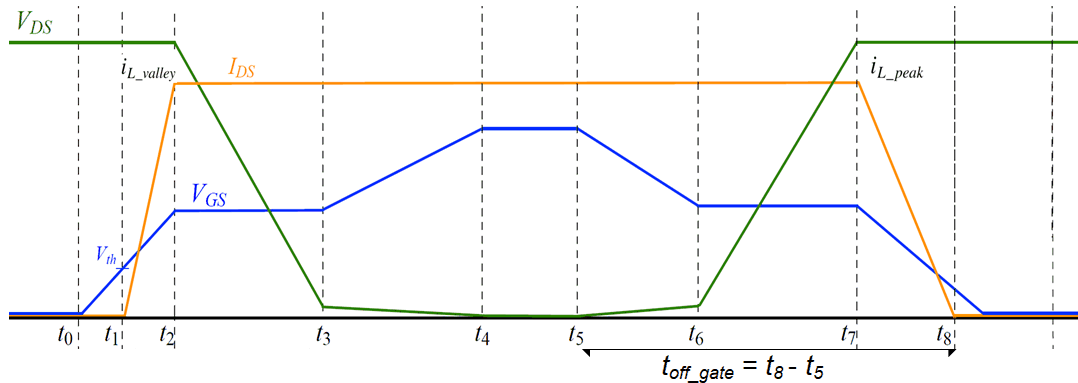

図 2-1. MOSFET のスイッチング波形
MOSFET の固有容量 (C_{ISS} 、 C_{OSS} 、 C_{RSS}) によって、スイッチング動作が決まります。図 2-1 は、通常の昇圧デバイスローサイド MOSFET のスイッチングプロセスを示し、これらのコンデンサの役割について説明しています。
- スイッチング損失の増加: スwitching 遷移が遅いと、高電圧と大電流のオーバーラップ時間 (t_1 から t_3 、 t_6 から t_8 図 2-1) が長くなり、スイッチング損失 (P_{sw}) が高くなり、効率が低くなります。